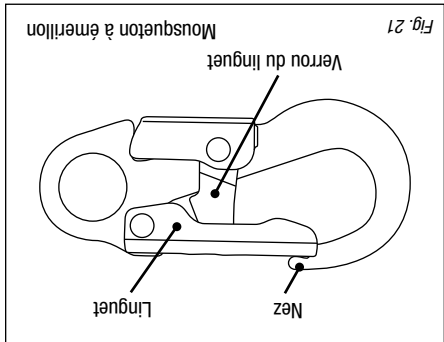

Fig. 21
- 8.7.7 **Self-locking snap hook** – The keeper should seat into the nose without binding and should not be distorted or obstructed. The keeper spring should exert enough force to firmly close the keeper. The keeper lock must prevent the keeper from opening when closed (Figure 21).
Le mousqueton à verrouillage de sécurité – Le linguet doit s'ajuster dans le crochet sans être forcé et ne devrait pas être déformé ou obstrué. Le ressort du linguet devrait appliquer suffisamment de pression pour garder ce dernier solidement fermé. Le verrou du linguet doit empêcher celui-ci de se désengager lorsqu'il est fermé (Figure 21).